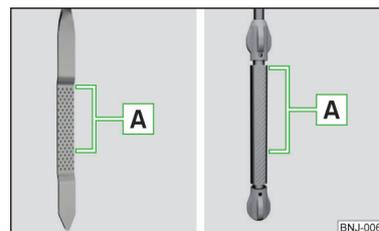

Fig. 168
Jauge d'huile » fig. 168
- Le niveau d'huile ne doit jamais être inférieur ou supérieur au niveau  » fig. 168 - risque d'endommagement du moteur et du système d'échappement !